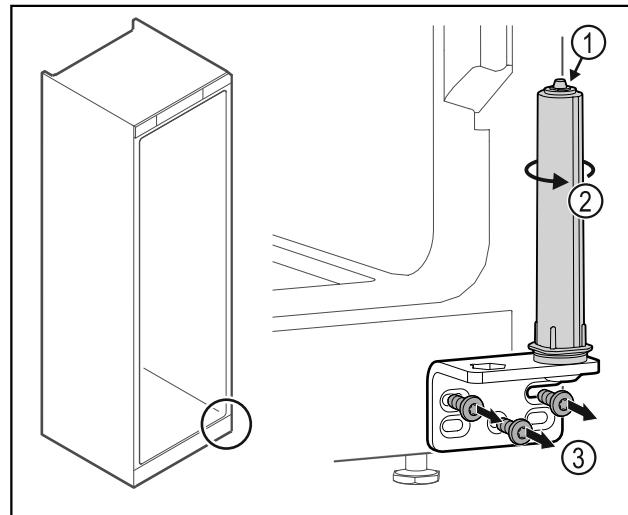

Fig. 32
- ▶ Не разглобявайте затварящата система на вратата Fig. 32 (1).
- ▶ Върнете затварящата система Fig. 32 (2), докато тя щракне.
- ▶ Развинете ъгъла на пантата Fig. 32 (3).